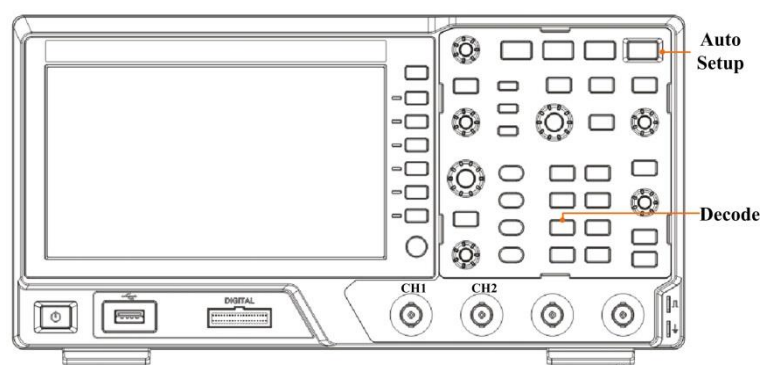

图 14.4 接入 UART 协议
- 1、通道 1 接入一个 UART 协议信号，如图 14.4 所示，点击【Auto Setup】一键捕获，让波形以较好的效果显示在界面；